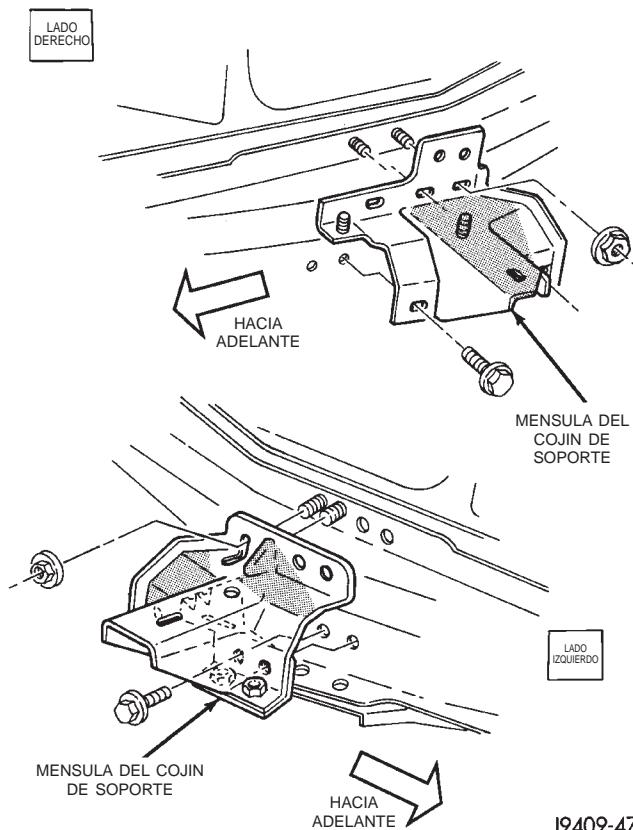

Fig. 24 Ménsula del cojín de soporte
(2) Si se ha retirado la ménsula del cojín de soporte, emplace la ménsula en la viga delantera inferior (Fig. 24). Instale los pernos/tuercas de la